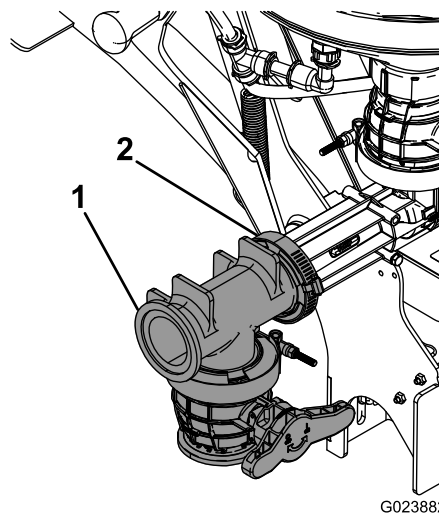

Figura 19
13. Conecte la válvula en T al conjunto del eyector con una junta y una abrazadera sin fin (Figura 19).